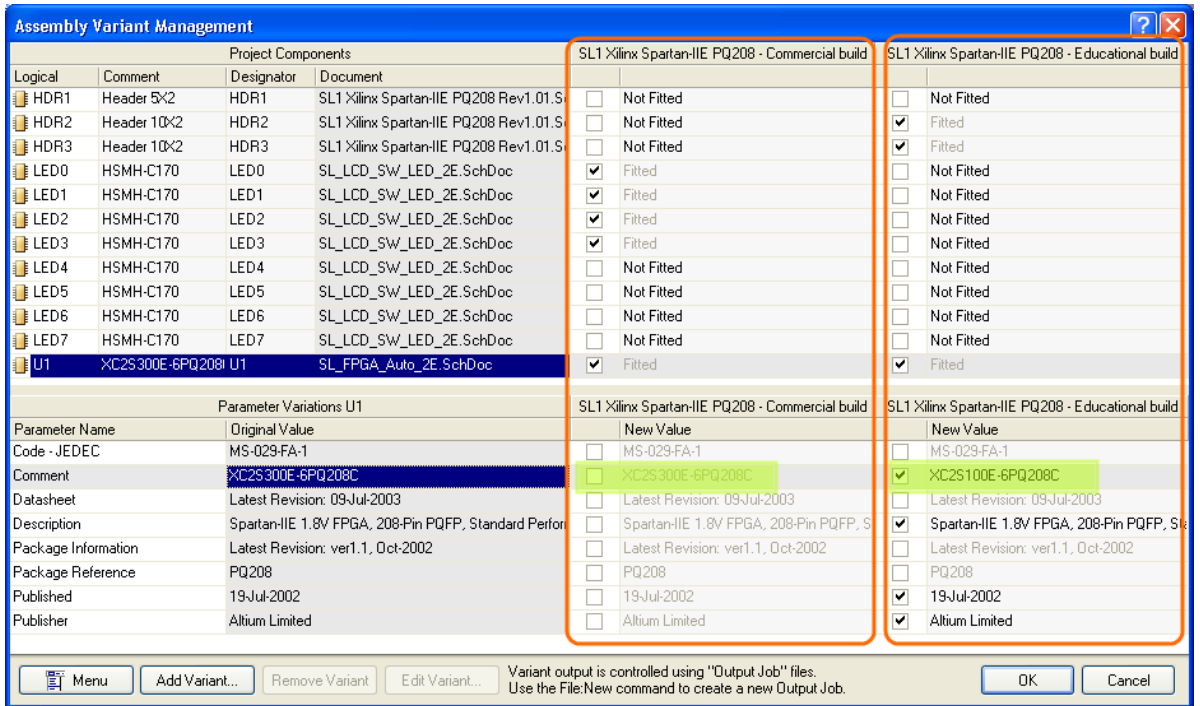

图 55 变量管理器显示了 2 个变量。在底下对话框里看到，所选器件里，一个变量是用 Spartan2 300E 配备的，而另一个是用 Spartan2 100E 配备的。
- 基本原始的设计一定包括了所有用到的元件，这是用于 PCB 布线的。原始设计不需要用于产生装配输出，因为通过装配变量那里可以完全实现。像图 55 配置，产生 2 个变量（Commercial build 和 Educational build），原来设计不被用于装配输出产生。